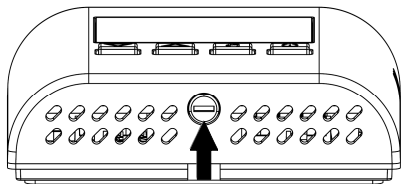

Fig. 2
- 1 Tryck med hjälp av en skruvmejsel i plasttungan som finns i hålet i bottendelen, lyft sedan upp fronthöjlet något (Fig. 2).